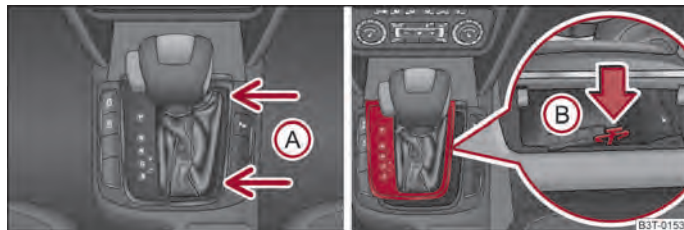

Fig. 130 Desbloqueo de emergencia de la palanca selectora
- Coja la cubierta de la palanca selectora en los puntos de las flechas **A** y tire con cuidado de ésta hacia arriba ⇒ fig. 130.